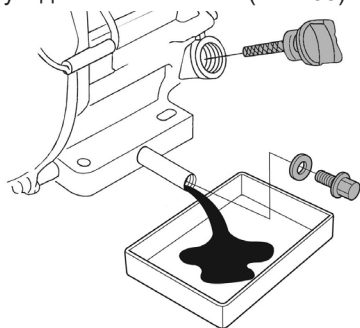

Рис. 38 Замена масла в двигателе
(1) Техническое обслуживание должно осуществляться более часто, при работе в пыльных условиях.
(2) Данный вид работ необходимо выполнять в авторизованном сервисном центре.
6. Удерживая одним ключом трубку-удлинитель от проворачивания открутите пробку для слива масла и слейте отработанное масло в подготовленную для этого емкость (Рис. 38).